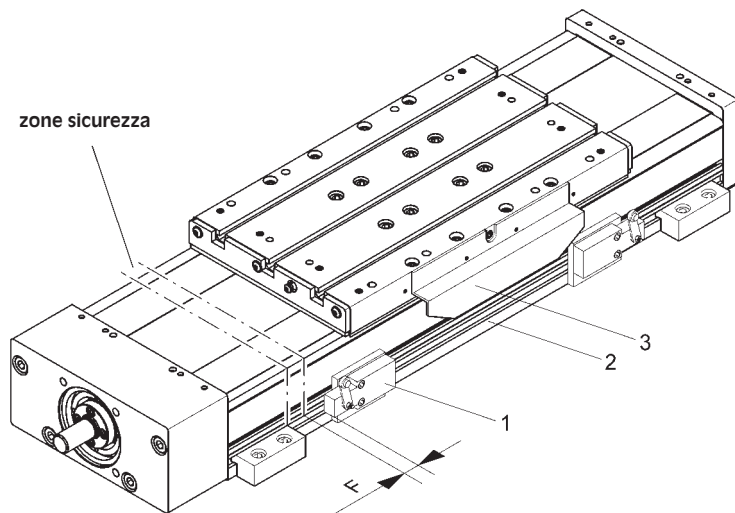

Fig. 6
1. **Fig. 6:** Allentare la vite di serraggio del finecorsa meccanico (1).
2. Spostare il finecorsa (1) nel profilo di alluminio (2) nella posizione desiderata.